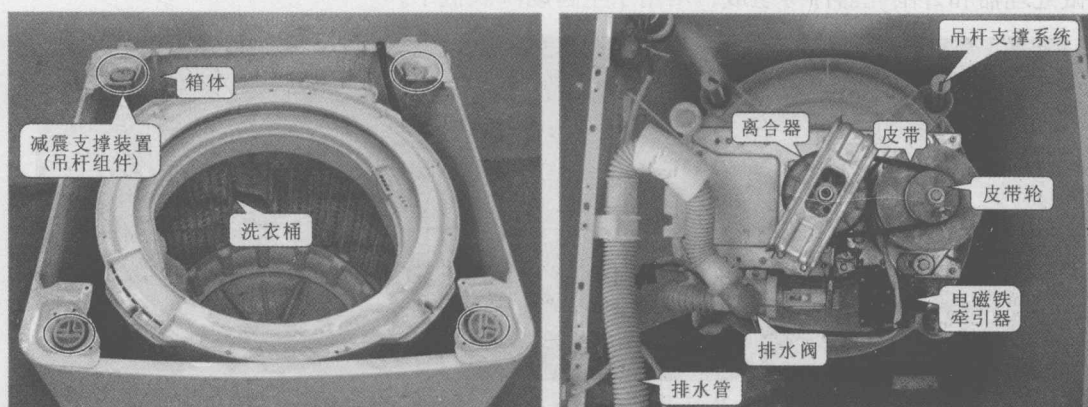

图 1-11 减震支撑装置的安装位置
② 减震支撑装置。波轮式洗衣机的减震支撑装置是由吊杆组件构成的，用于将洗衣桶以及安装在洗衣机下方的洗涤电动机、离合器、排水系统等吊装在洗衣机箱体上，起到减震支撑的作用，如图 1-11 所示。